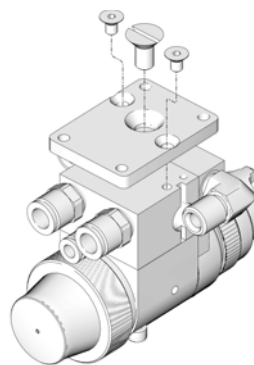

FIG. 5: Tilpasset adapterplate
1. Monter adapterplaten til manifolden ved bruk av de tre skruene som følger med settet (FIG. 5).